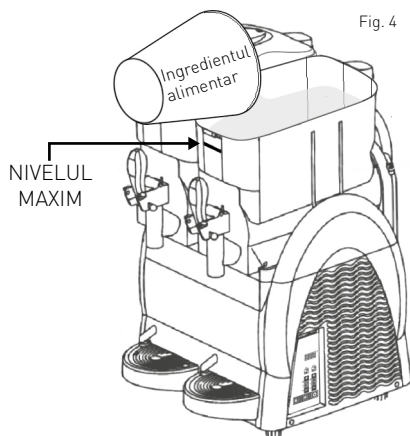

Fig. 4
- Turnați ingredientele alimentare în vasul (2) dar cu atenție să nu depășiți „NIVELUL MAXIM”. (Vezi Fig. 4). (Nu turnați lichid fierbinte pentru a evita pericolele.)